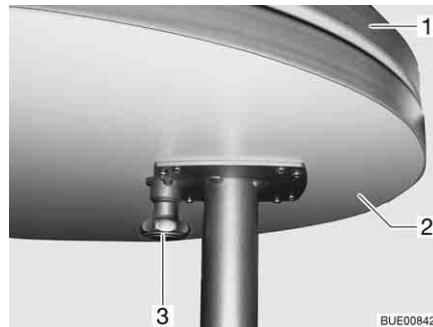

Fig. 94 Tavolo fisso
- Premere il tasto (Fig. 94,3) del bloccaggio e ruotare verso l'esterno la prolunga per il piano del tavolo (Fig. 94,2).
- Ruotare l'estensione del piano del tavolo (Fig. 94,2) sotto il piano del tavolo (Fig. 94,1), finché non si sente scattare il bloccaggio.